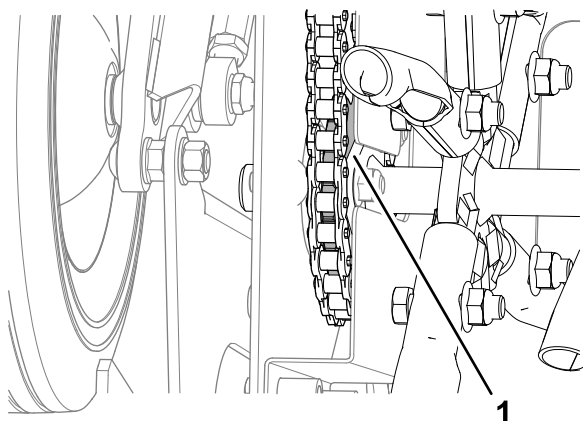

Figure 65
- 2. Vérifiez que les chaînes sont engagées dans les pignons d'entraînement des louchets arrière (Figure 65).